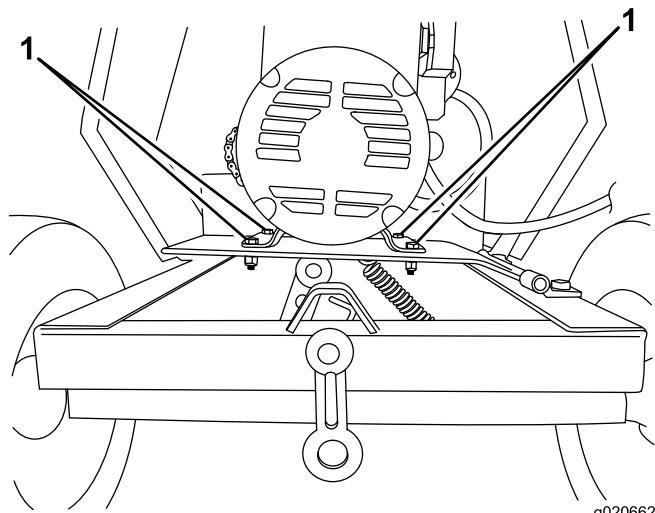

Figura 36
- B. Afloje los pernos y las tuercas que sujetan el motor a la chapa del motor (Figura 36).
- **Para aumentar la holgura** —Aleje el motor de la polea tensora (Figura 36).
- **Para reducir la holgura** —Acerque el motor a la polea tensora (Figura 36).